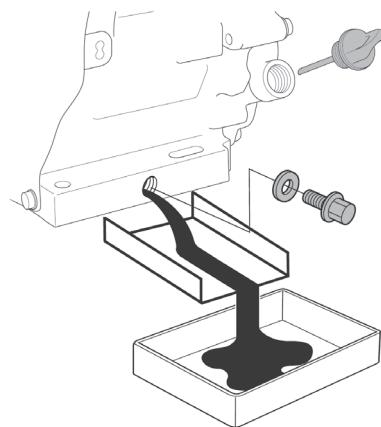

Рис. 15 Замена масла в двигателе
5. Очистите от загрязнений крышку-щуп и зону вокруг маслозаливной горловины. Извлеките крышку-щуп из маслозаливной горловины (Рис. 15) и протрите щуп чистой ветошью.
6. Открутите пробку для слива масла и сплейте отработанное масло через желоб в подготовленную для этого емкость (Рис. 15).